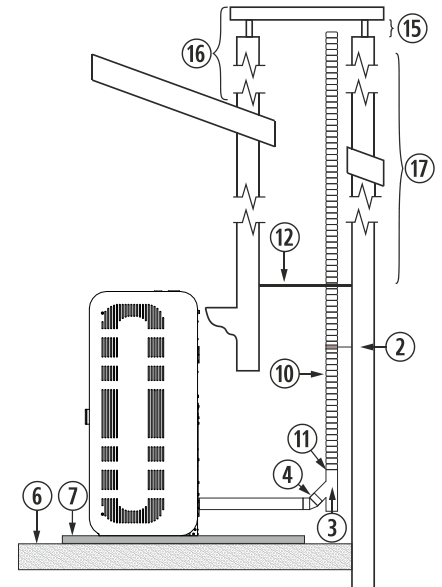

Figura 8
4.27. La instalación de un encastrable en una chimenea de obra se puede realizar en toda su totalidad en tubo flexible, tal y como indica la figura 8. Debemos tener especial cuidado a la hora de realizar el aislamiento entre la chimenea y el tubo de la salida de gases para evitar posibles retrocesos de gases en caso de tormenta.
②	Abrazadera de sujeción de acero inoxidable.
③	Te de 135° con registro.
④	Codo de 45°.
⑥	Suelo de madera.
⑦	Protector del suelo no combustible.
⑩	Tubo flexible de acero inoxidable.
⑪	Manguito unión rígido a flexible.
⑫	Aislante anti retroceso.
⑮	Mínimo 200mm.
⑯	Debe sobrepasar 1 metro el tejado.